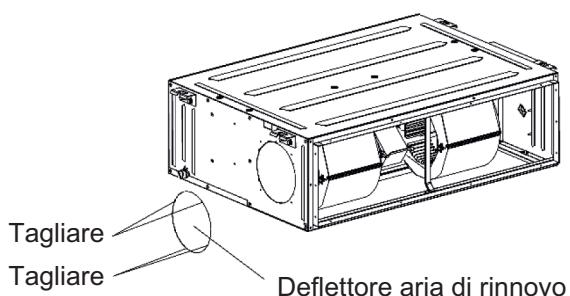

Fig. 4.4.6
- (1) Se è necessaria l'installazione di un tubo di rinnovo aria, tagliare il deflettore dell'aria di rinnovo, come mostrato in Fig. 4.4.6. Tappare con spugna il foro del deflettore aria, se questo non viene utilizzato.